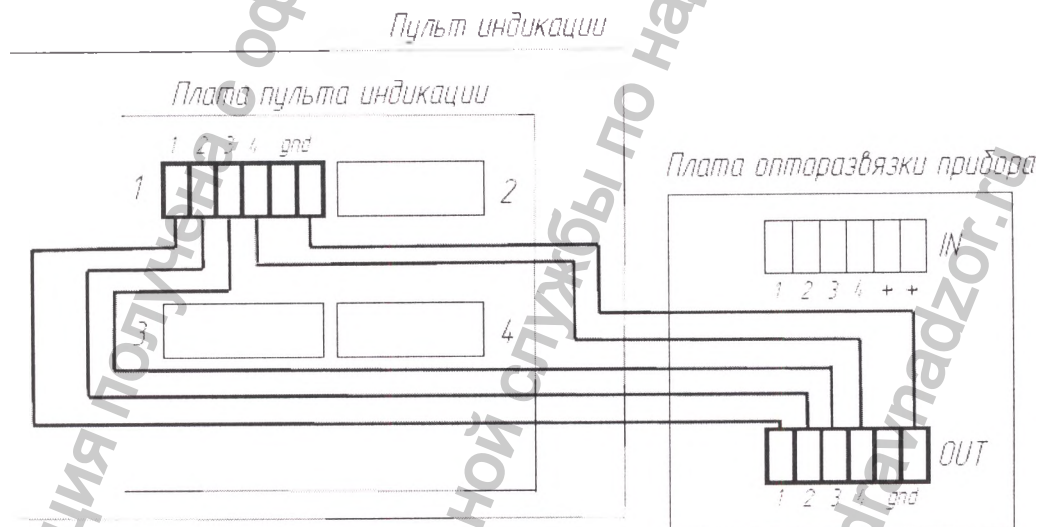

Рисунок 2.10 — Подключение контактов пульта индикации к клеммной колодке прибора
2.3.3.12 На плате пульта индикации около каждой группы клеммных колодок нанесена нумерация контактов. Также нумерация контактов нанесена на клеммную колодку, установленную в электромонтажной коробке «Подключение пульта индикации». Подключение кабелей осуществляется в строгом соответствии с нумерацией контактов (рисунок 2.10).